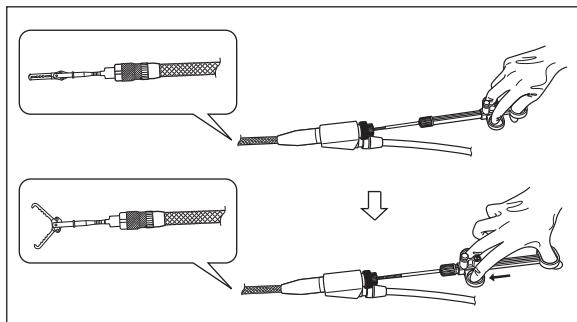

図 3.11
12. スライダを前後させて、ワニ口鉗子部が開閉することを確認します。（図3.11参照）